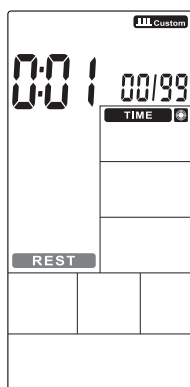

FIGURA 34
- O display Tempo continua aceso e a palavra REST piscará, pressione PARA CIMA / PARA BAIXO (TECLAS 10 ou 11) para definir o tempo de descanso de 0: 01 ~ 9: 59 (Figura 34). Pressione ENTER (TECLA 19) para confirmar e finalizar a configuração.